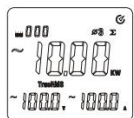

Figura 7-6
- Așa cum se arată în Figura 7-6, apăsați tasta pentru a măsura puterea totală trifazată. Puterea curentă măsurată pentru locația celei de-a treia faze va fi, de asemenea, calculată și salvată.